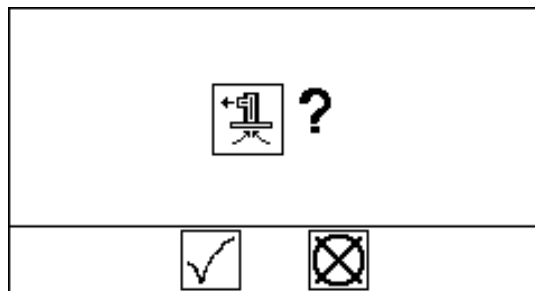

FIG. 21: Confirmación del cebado
5. Pulse la tecla Cebado la bomba . La pantalla pide al operador que confirme. Vea la FIG. 21. Seleccione para comenzar a cebar.